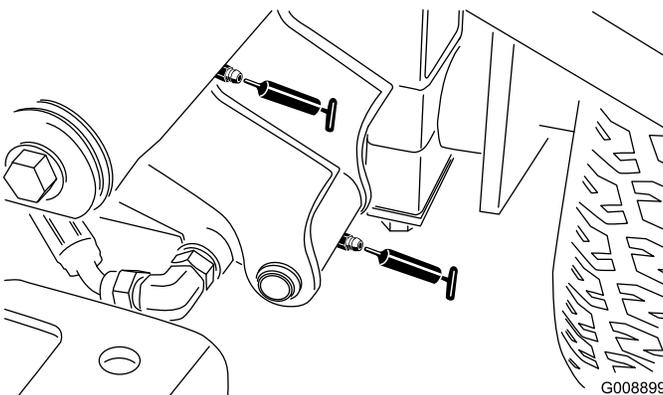

Figure 34
- Pivot de bras de relevage avant gauche et vérin de relevage (2) (Figure 34)